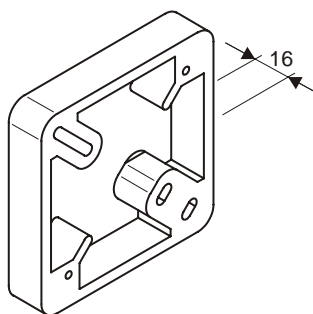
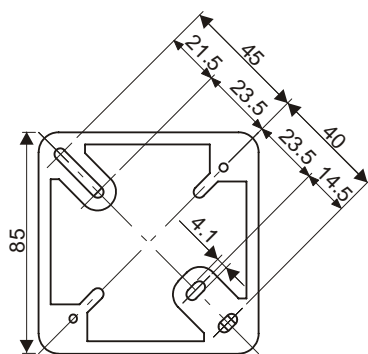

Fig. 4
Fig. 5
1. Mount the additional frame AI330 (accessory) on a wall or recess-mounted socket using two screws with max. diameter of 4 mm (Fig. 4, Fig. 5).
1. Montieren Sie den Zusatzrahmen AI330 (Zubehör) mit zwei Schrauben \varnothing max. 4 mm auf eine Wand oder eine Unterputzdose (Fig. 4, Fig. 5).
1. Montez le cadre supplémentaire AI330 (accessoire) avec deux vis, \varnothing max. 4 mm, sur un mur ou une boîte encastrée (fig. 4, fig. 5).